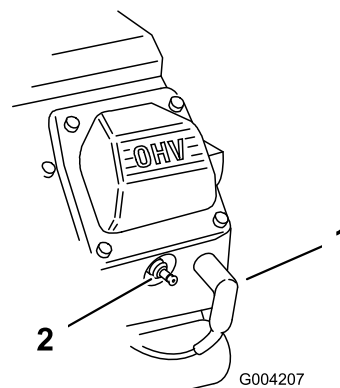

Figura 49
2. Puxe os cabos das velas (Figura 49).
3. Coloque os cabos nas velas de ignição (Figura 49).